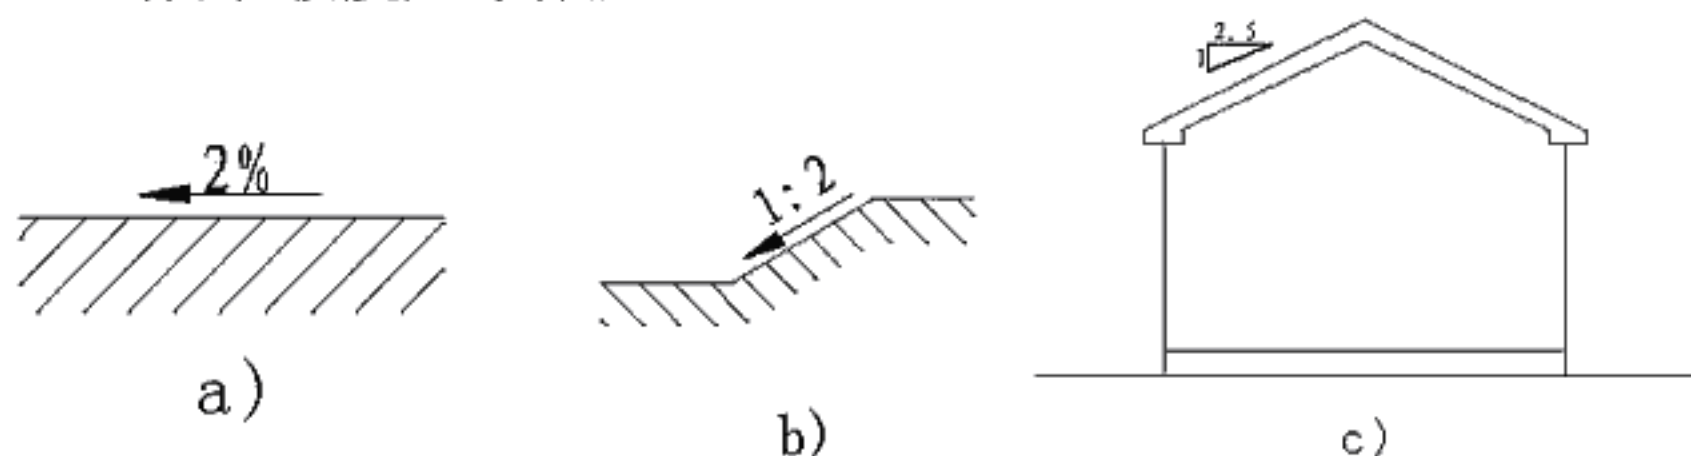
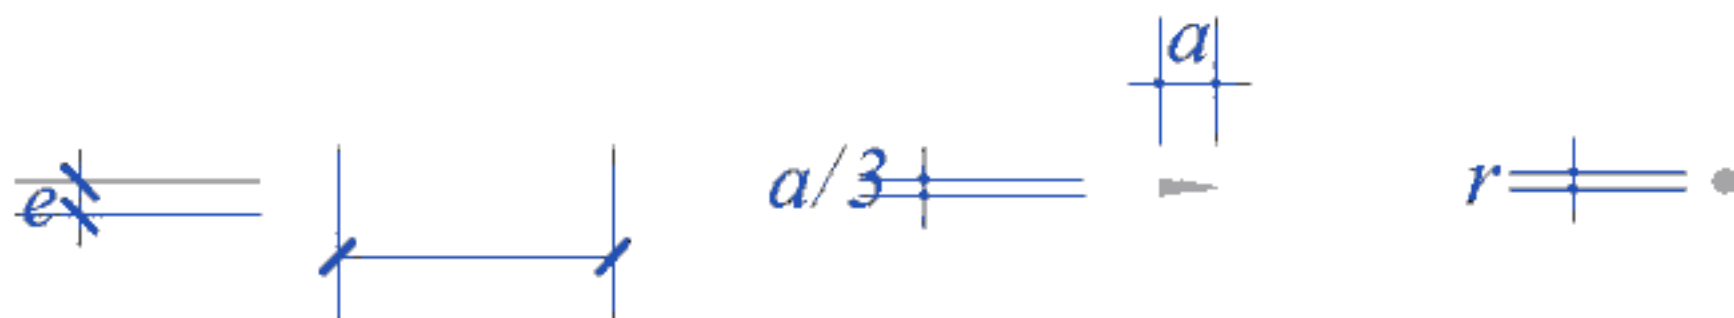

图 8 坡度符号
图 9 斜线、箭头和圆点符号
4.5.3 坡度符号常用半箭头表示，半箭头尺寸采用图 9 中箭头符号的一半，也可用直角三角形表示，坡度符号，见图 8。
(4)尺寸标注起止符号所用到的短斜线、箭头和圆点符号的 e 、 a 、 r 的数值分别宜为 2mm 、 $5d$ 、 $2\sqrt{2}d$,见图 9,其中短斜线应采用中粗线。